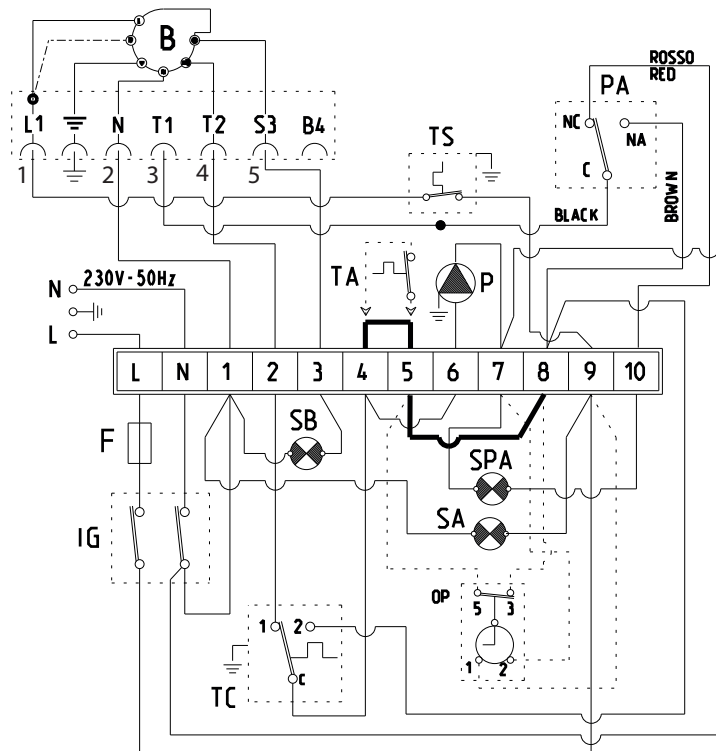

Fig. 9
2.6.2 Schema elettrico "DUETTO HE 25-35 ErP BE" (fig. 9/a)